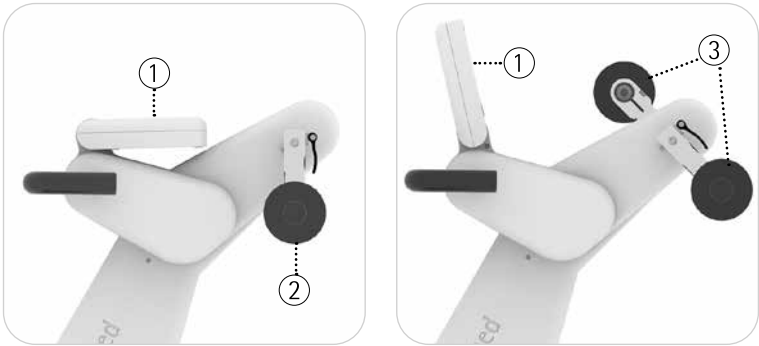

Fig. 4.4, 4.5
- Voir Fig. 4.4, 4.5
- Ouvrez l'unité de commande ① jusqu'à la butée. Vous pouvez également incliner l'unité de commande ① à volonté vers l'avant.
- Page 52 Pour l'entraînement des bras et des membres supérieurs, placez les poignée dans les positions opposées ③.
- Page 50 Pour l'entraînement des jambes, laissez les poignées en position de maintien ②.